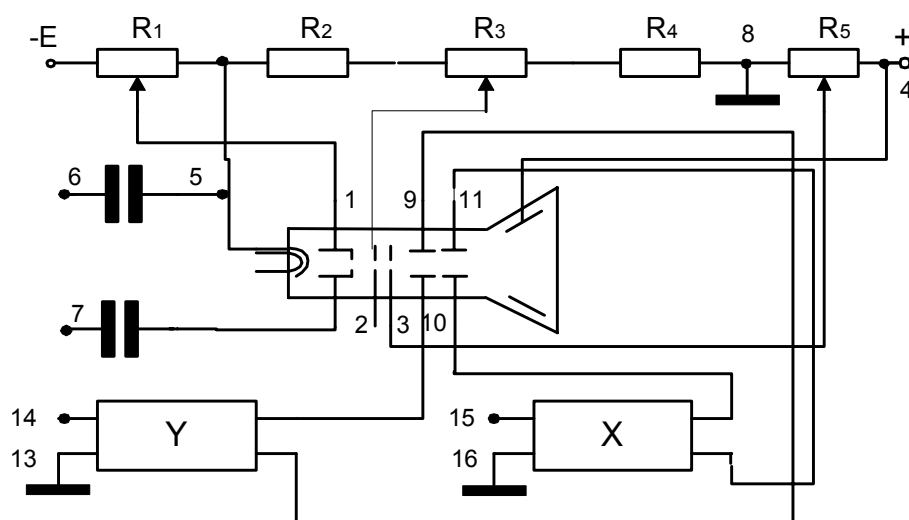

Рисунок 3.1 – Схема для визначення параметрів електронно-променевої трубки
1.Зібрати схему рисунок 3.1 для дослідження осцилографічної електронно-променевої трубки (ЕПТ).